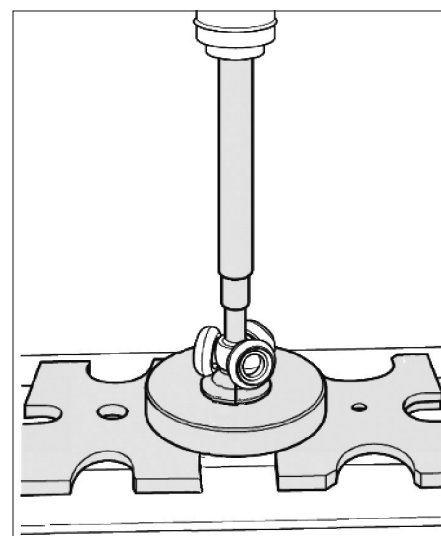

Fig. 6
- Extraire le tripode à la presse (Fig.6).